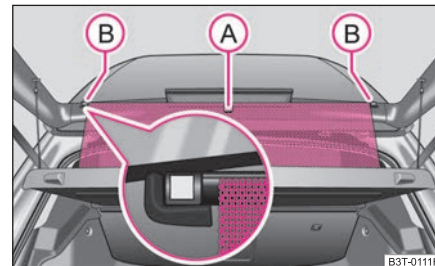

Fig. 56 Desenrollar la cortinilla antisolar enrollable
- Extraer la cortinilla antisolar enrollable por el tirador (A) y colgarla en el soporte (B) ⇒ fig. 56.